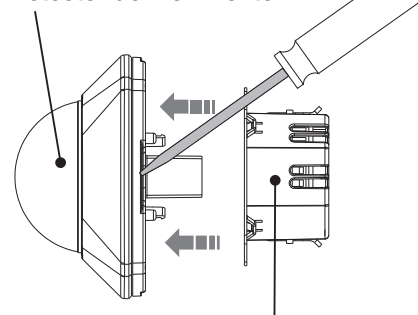

FIG. 1
- Separe com uma chave de fendas de lâmina chata o detector de movimento PIR da parte de circuito (FIG. 1).